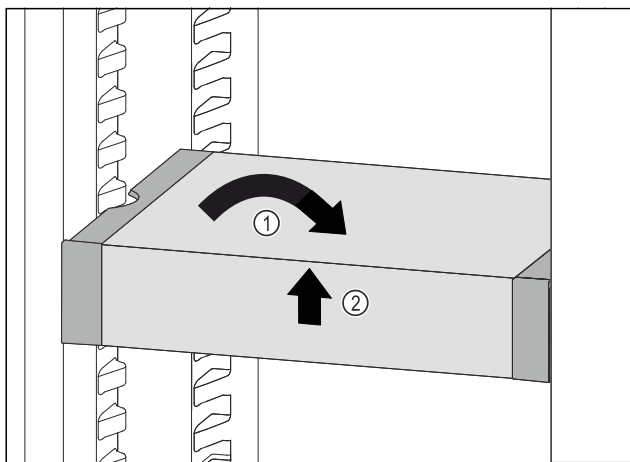

Fig. 95
- VarioSafe ustawić prosto. Fig. 95 (1)
- VarioSafe unieść z przodu. Fig. 95 (2)